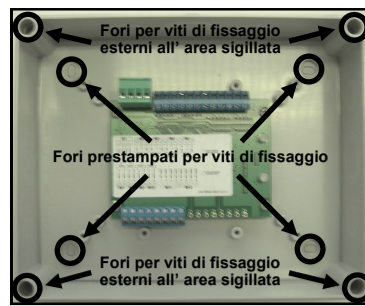

Figura 5 - locazioni di inserimento delle viti di fissaggio a parete del multi-modulo
2. Fissare saldamente la scatola del dispositivo alla parete con le viti incluse nel prodotto (vedere figura 5 e 6).